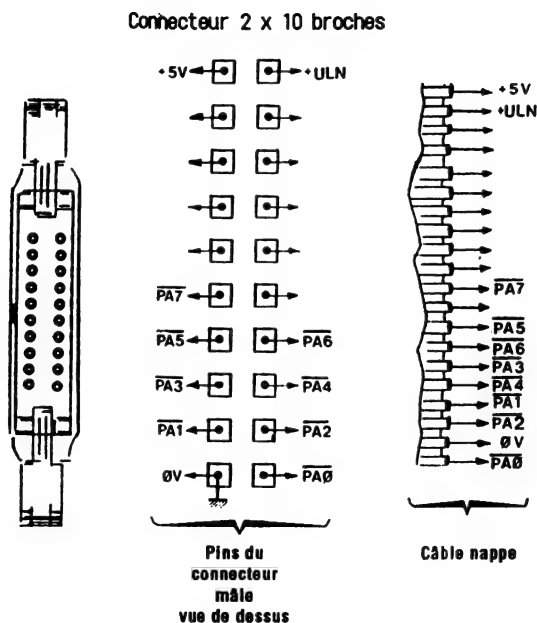

Fig. 13.5
- le connecteur soudé 2×10 broches (*fig. 13.5*).